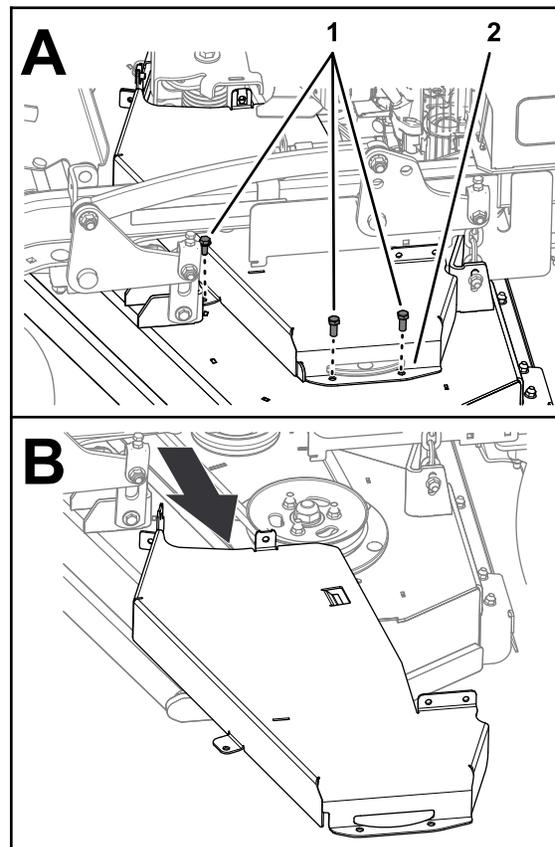

Figura 37
4. Retire os três parafusos que prendem a cobertura do lado esquerdo à plataforma e retire a cobertura (Figura 37).